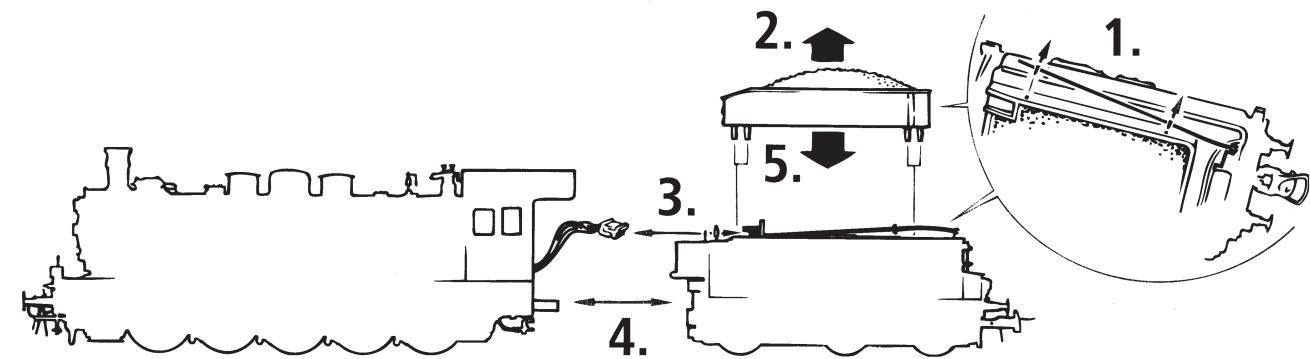

Fig. 4
**4. Montaggio di un generatore di vapore:** (Fig. 7). Rimuovere prima l'alloggiamento della locomotiva o del tender (Fig. 4, Fig. 5), quindi montare il generatore di vapore Seuthe N. 10 (per il funzionamento convenzionale!) o N. 11 (per il funzionamento digitale!).